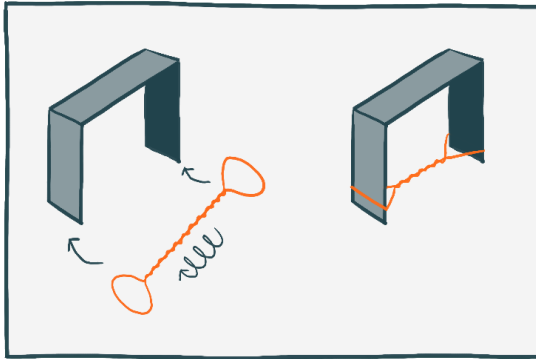

Abb. 1
2. Verdrille das Gummiband und lass an den beiden Enden des Gummibands Schlaufen entstehen (s. Abb. 1).
3. Befestige die Schlaufen an den Enden der Winkelarme. Das Gummiband sollte straff gespannt sein (s. Abb. 1).